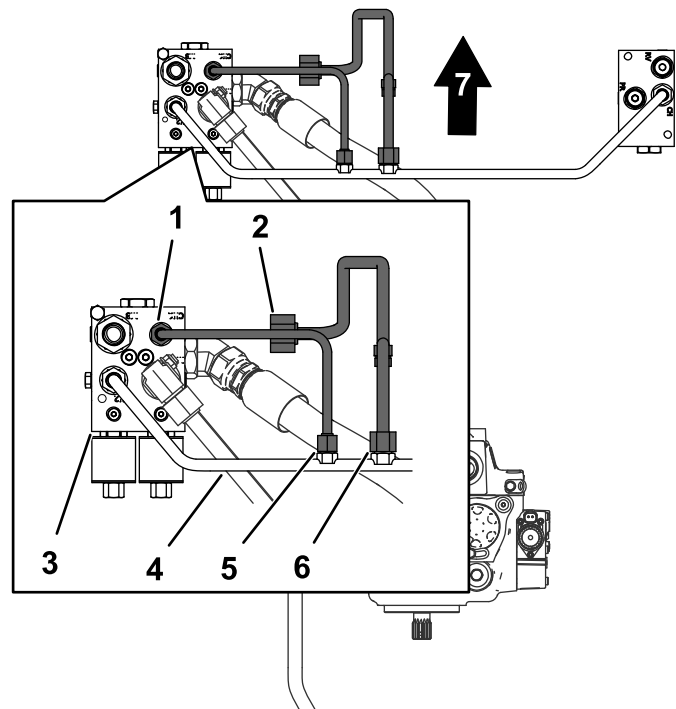

Figure 10
1. Préparez le tube du filtre hydraulique conservé à la section Dépose du tube transversal \(page 4\). Alignez l'écrou-raccord du tube de filtre hydraulique sur le raccord du tube transversal de collecteur, comme montré à la Figure 10.
3. Alignez les écrous-raccords du tube de diviseur sur les raccords du tube transversal du collecteur et du collecteur du diviseur de débit (Figure 10).